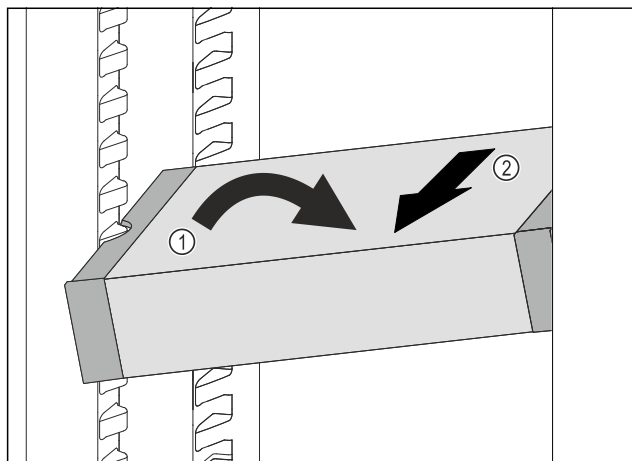

Fig. 117
- Plasser VarioSafe skrått i kjøleskapet. Fig. 117 (1)
- Ta ut VarioSafe ved å trekke den forover. Fig. 117 (2)